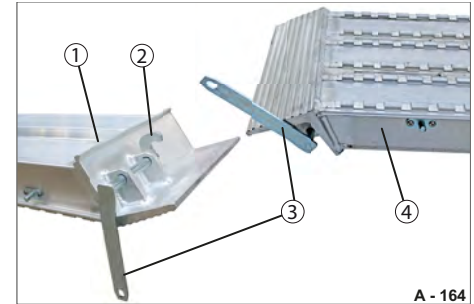
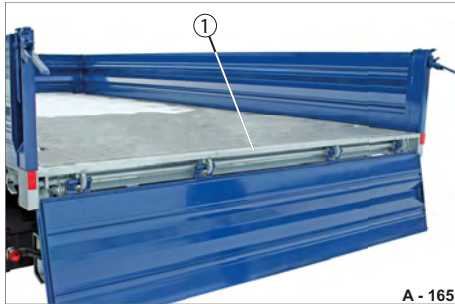

Abb. 175 Sicherungshebel geöffnet
Abb. 176 Fahrgestell-Ladeflächenkante
- ▶ Prüfen Sie, dass der Sicherungshebel (Abb. 175/3) und Sicherungshaken (Abb. 175/2) nicht deformiert sind.
► Säubern Sie ggf. die Ladeflächenkante (Abb. 176/1) und den Sicherungshaken (Abb. 175/2) von Verunreinigungen.